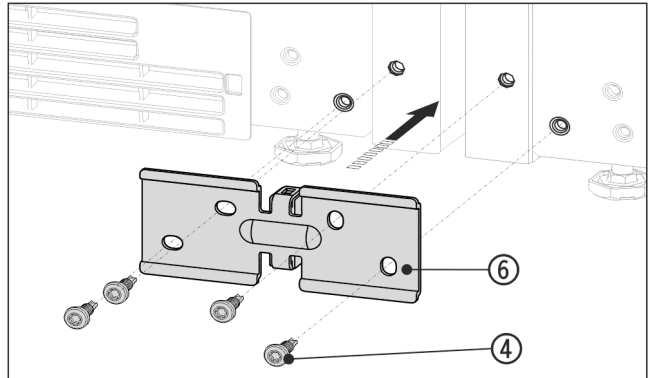

Fig. 14 Przykładowa prezentacja
- ▶ Wsunąć kątownik Fig. 14 (6) z elementem dystansowym między urządzenia i przykręcić luźno przy użyciu 4 śrub Fig. 14 (4).